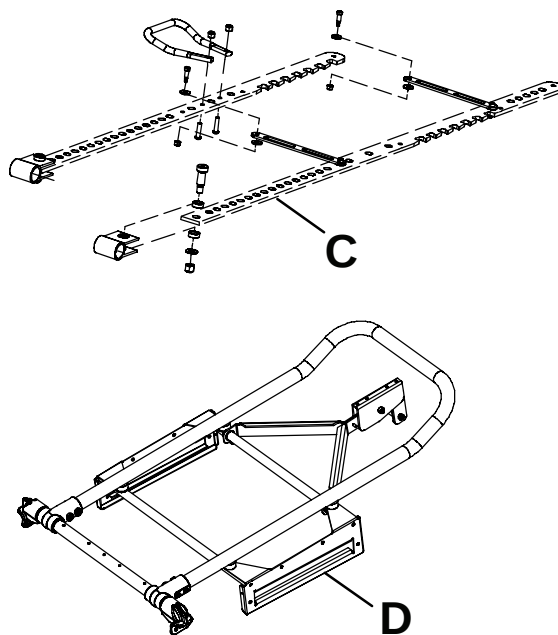

Figure 28 – Supports d'ajustement de la hauteur et plaques coulissantes
4. Appliquer du **Tri-Flow™** aux supports d'ajustement de la hauteur droit et gauche (C) (Figure 28). Appliquer uniformément.
5. Appliquer du **Tri-Flow™** sur les plaques coulissantes droite et gauche (D) (Figure 28). Appliquer uniformément.